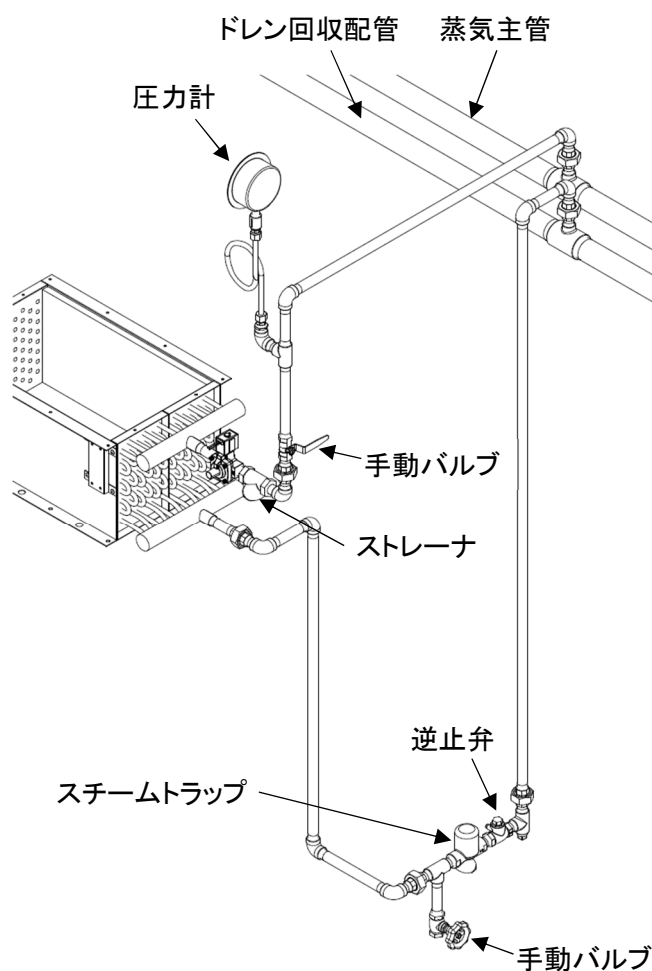

図 5-1
- ・ 排気ダクト接続口にダクトを接続します。接続口の外形は下記の通りです。(図 5-1)